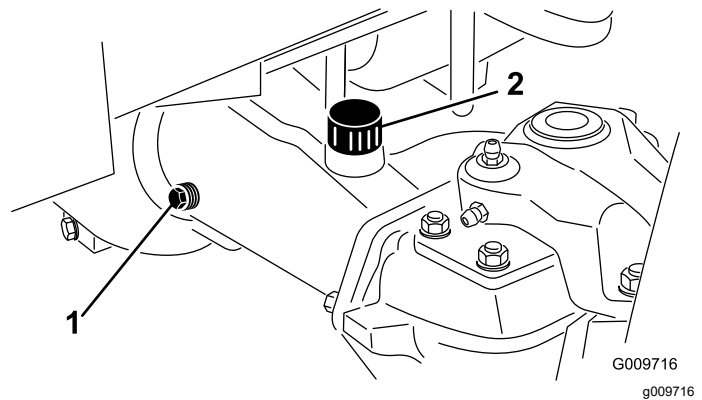

Bild 57
2. Entfernen Sie eine Prüfschraube aus einem Ende der Achse und stellen sicher, dass das Öl die Unterseite des Lochs erreicht (Bild 57).